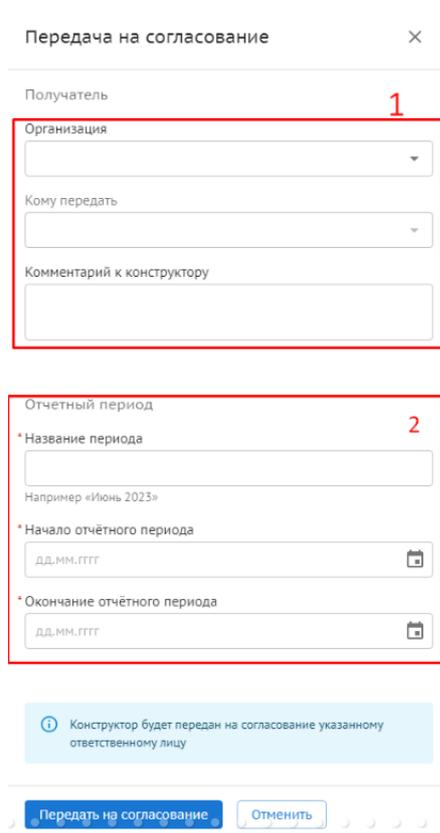

Рисунок 149. Активирование. Конструктор актов. Передача на согласование
- Передать на согласование. Действие, доступно пользователю после того, как хотя бы один объём по работам был введен в конструктор актов (Рисунок 149);